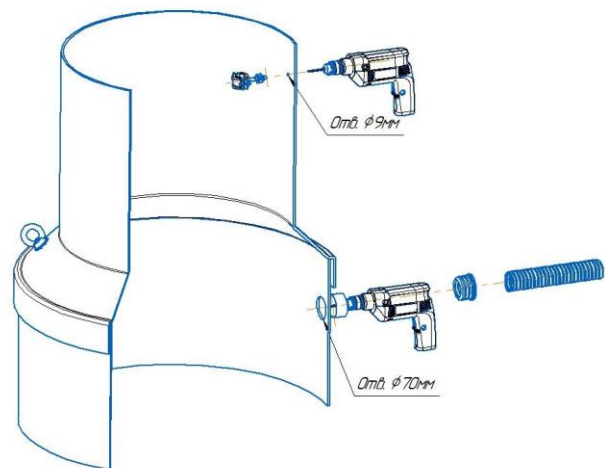

Рис. 2 – Подготовка отверстий в техническом колодце
- 2) Выполнить отверстия в корпусе технического колодца для установки верхнего крепления штанги (отв. $\phi 9$ мм) и уплотняющей манжеты кабельной трубы (отв. $\phi 70$ мм). Рис.2 и 3